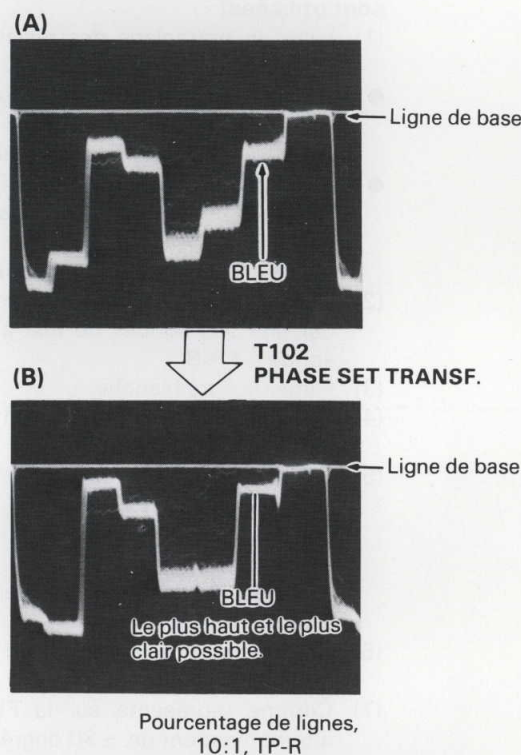

Fig. 4-12-1 Réglage d'angle de phase du signal de chrominance
- (4) Comme représenté sur la Fig. 4-12-1, tourner le condensateur C124 PHASE SET TRIMMER pour obtenir un niveau du bleu à la partie la plus haute (le long de la ligne de base) et aussi pour obtenir une forme d'onde la plus nette possible. Le noyau T102 PHASE SET TRANSF. est également utilisé pour obtenir cette forme d'onde.
- (8) Répéter les opérations (3) à (7).
- (9) Ramener la résistance variable **R504 H LIN.-1 VR** sur sa position d'origine.
- (10) Filmer la mire de barres colorées.
- (11) Observer la forme d'onde de **TP-R**, tourner le condensateur **C124 PHASE SET TRIMMER** pour obtenir le niveau du bleu à la partie la plus haute (le long de la ligne de base) ainsi qu'une forme d'onde parfaitement nette, comme représenté sur la **Fig. 4-12-1**.